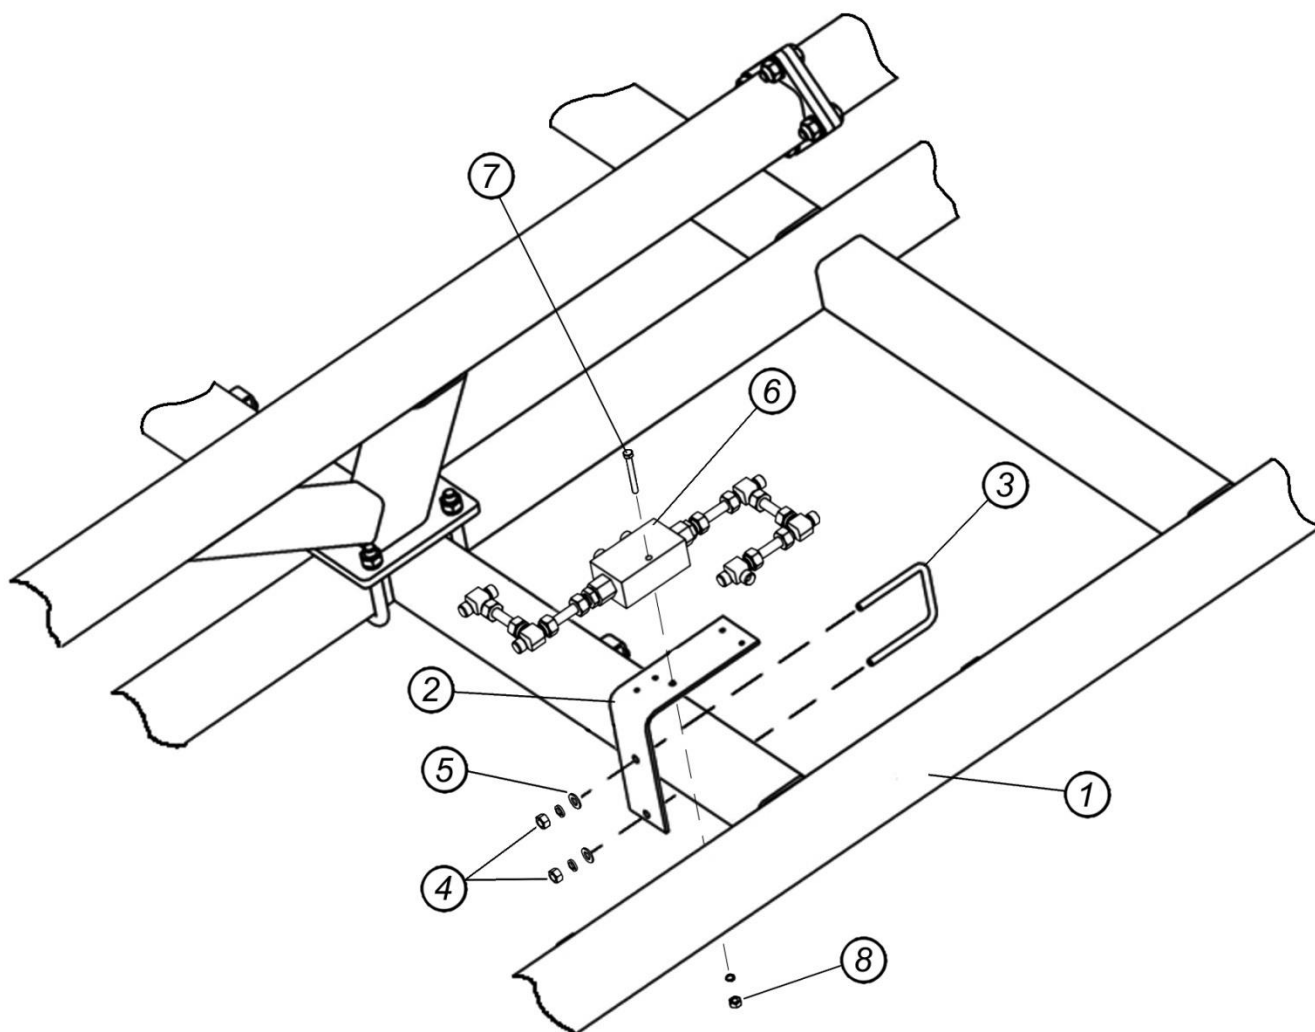

Рис.7.1.14. Крепление гидрозамка
7.1.14. Крепление гидрозамка (рис.7.1.14)